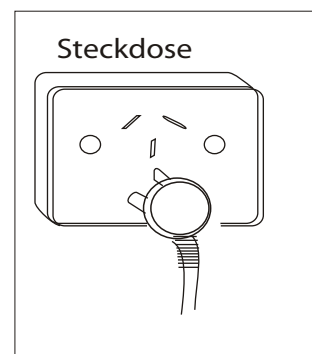

Fig.2
1. Anschluss des Fensterklimagerätes über den serienmässigen Stecker (siehe Fig. 2)